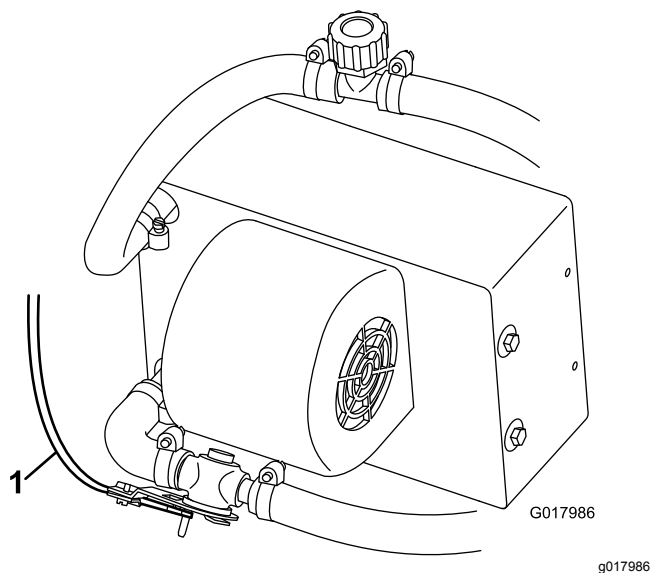

図 24
8. ヒーターコントロールケーブルを、ヒーターバルブに接続する 図 24。